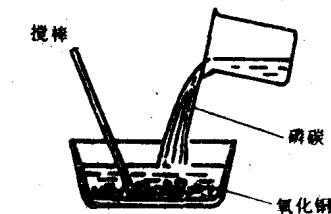

图 2-10 配制粘结剂
2. 粘结剂是用磷酸溶液和氧化铜粉末调配而成的一种糊状混合物。调配时，先将氧化铜末放入瓷质容器内，然后逐渐注入磷酸溶液，不断搅拌，使之成为糊状混合物（图2-10）。